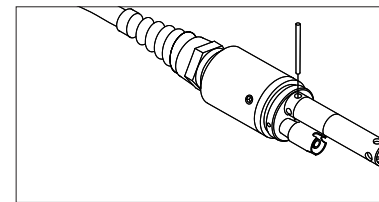

Figura 4 Herramienta de instalación usada para apretar la tuerca de retención de acero inoxidable del sensor de conductividad/temperatura 5560.
6. Una vez instalada por completo, la tuerca quedará asentada totalmente contra el cabezal. En este momento, use la herramienta que se incluyó con el sensor para girar la tuerca entre $\frac{1}{4}$ y $\frac{1}{2}$ vuelta más para que no se afloje (Figura 4). NO la apriete demasiado.